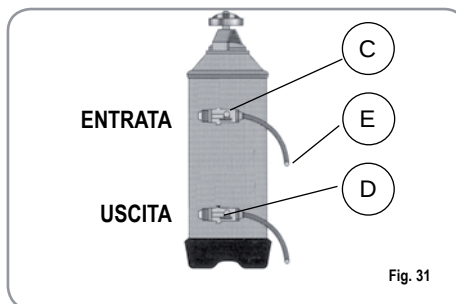

Fig. 31
- 1) Spegnere la macchina e mettere un recipiente della capacità di almeno 5 litri sotto il tubo E (Fig. 31).